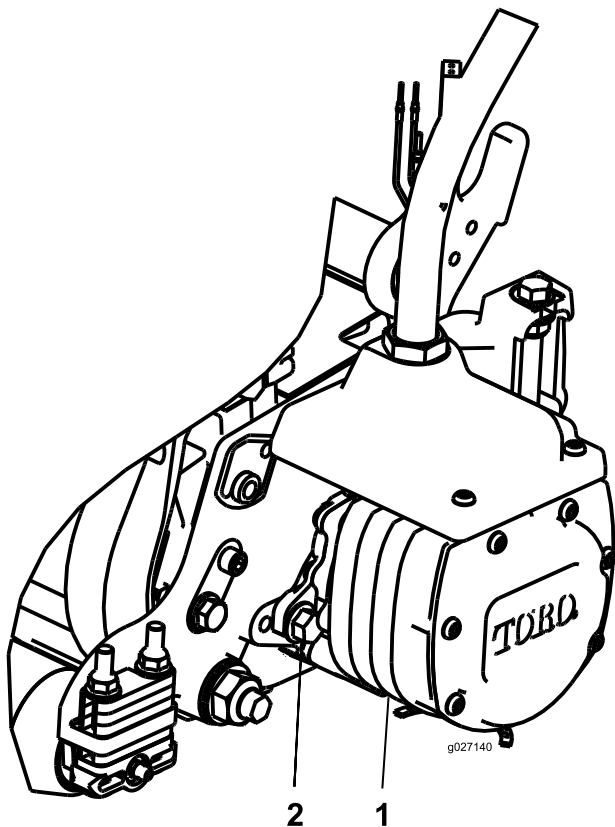

Figure 10
14. Montez le moteur en le tournant dans le sens horaire jusqu'à ce que les brides passent les boulons (Figure 10).